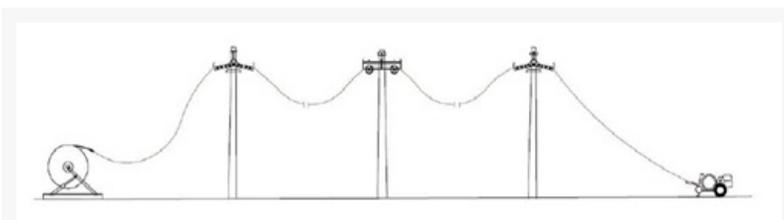

Figura No. 6 Esquema instalación de cable cuádruplex
5) Empalmados los dos elementos, el pescante o manila de tracción y el conductor, se pone en marcha el cabrestante y se procede al tendido del cable conductor, accionando el dispositivo de frenado cuando sea preciso, con el objeto que el cable conductor pueda ser afectado al sobre pasar su carga de rotura y el cable no descienda hasta el nivel del suelo. La tensión mínima será aquella que permita hacer circular los conductores sin rozar con los obstáculos naturales, tales como tierra. El personal a cargo del tendido contará con los medios de comunicación adecuados (radio portátil) a fin de mantener el funcionamiento coordinado del cabrestante y el freno. Ver figura No. 6.